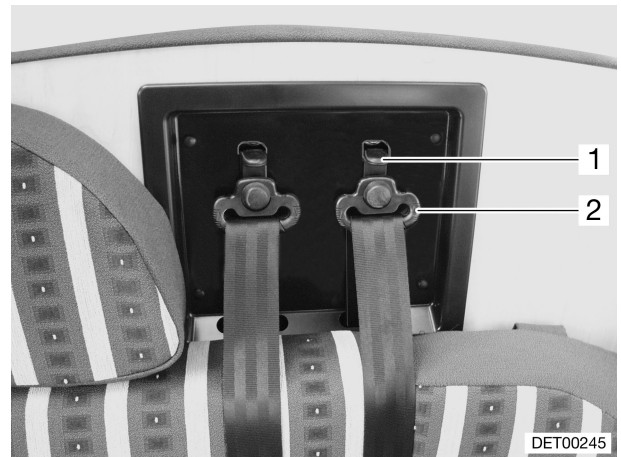

Bild 7 Höhenverstellung Sicherheitsgurte
- Den Verriegelungshebel (Bild 7,1) nach unten drücken und gedrückt halten.
- Den Umlenkpunkt (Bild 7,2) leicht nach oben schieben. Die Verriegelung löst sich.